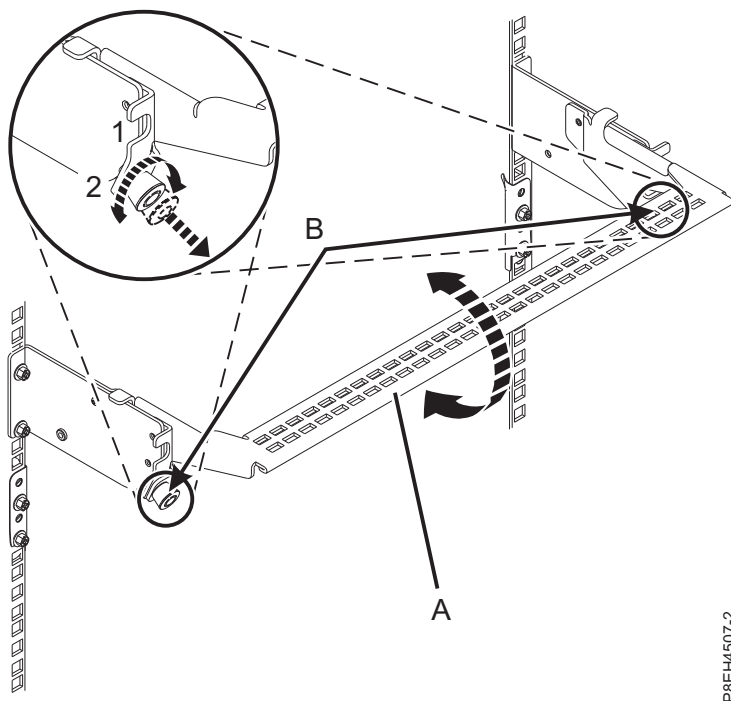

Figura 2. Colocación de la abrazadera portacables en la posición de servicio
5. En la parte posterior del cajón de expansión PCIe3, coloque la abrazadera portacables en la posición de servicio. Consulte Figura 2 en la página 3.